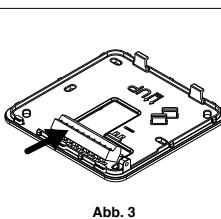

Abb. 3
- Entfernen Sie die Steuerungsstecker, in dem Sie, wie in Abb. 3 dargestellt, Druck ausüben. Bereiten Sie die elektrischen Verbindungen zwischen diesem und den elektrischen Steuerkästen des Ventilatorkonvektors bei entfernten Steuerungssteckern vor, so wie im Schaltplan in Abb. 10 dargestellt. Für die richtige Verbindung der Steuerung mit dem Luftkonvektor beachten Sie bitte den mitgelieferten Schaltplan.